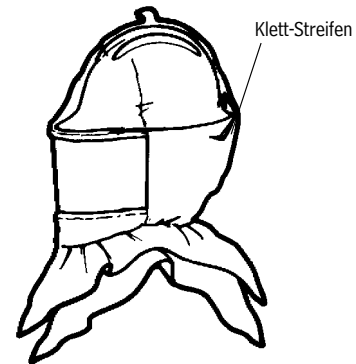

Abbildung 8
6. Führen Sie den in die Haube eingnähten Klett-Streifen um die Rückseite des Helms, und befestigen Sie ihn am entsprechenden Klett-Streifen, der zuvor in Schritt 4 im Schutzhelm angebracht wurde (siehe Abb. 8).